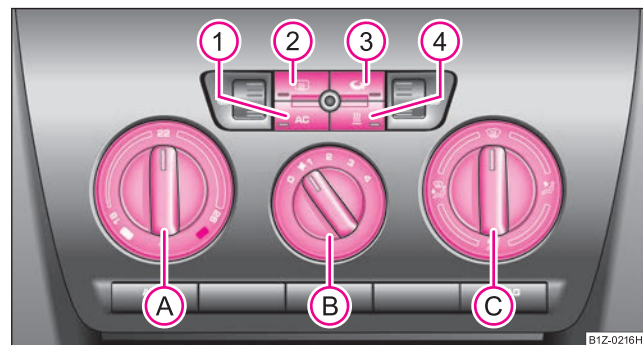
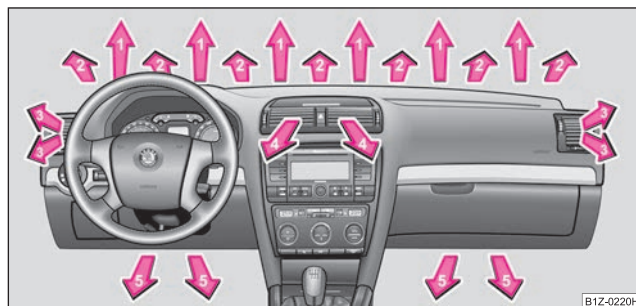
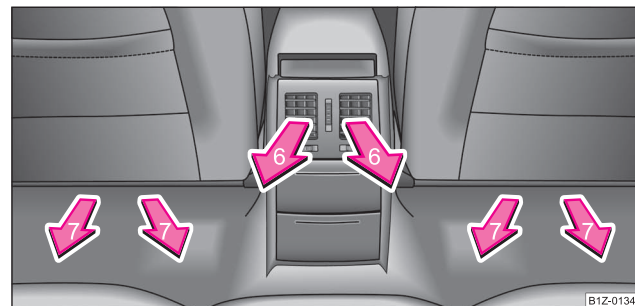

Fig. 119 Climatic: Elementele de comandă
Fig. 120 Gurile de ventilație din față
Fig. 121 Gurile de ventilație din spate
Instalația de răcire funcționează numai când tasta **AC** ⇒ pagina 124, fig. 119 ① este apăsată și se îndeplinesc următoarele condiții:
- Rotiți regulatorul rotativ (A) ⇒ fig. 119 spre dreapta pentru a mări temperatura.
- Rotiți regulatorul rotativ (A) spre stânga pentru a reduce temperatura.
- Apăsați tasta (AC) (1) ⇒ fig. 119. Lampa de control din tastă se va aprinde.
- Apăsând încă o dată pe comutatorul (AC) instalația de răcire se va opri. Lampa de control din tastă se stinge.
- Regulatorul rotativ (A) ⇒ **pagina 124, fig. 119** pe temperatura dorită de dvs. (noi recomandăm 22 °C); Climatic reglează automat instalația de încălzire pe putere maximă, până la atingerea temperaturii selectate de dumneavoastră.
- Comutatorul (B) în poziția 3
- Regulatorul distribuției aerului (C) în poziția
- Gurile de ventilație 3 ⇒ **pagina 127, fig. 120** deschise și îndreptate spre geamurile laterale
- Regulatorul rotativ (A) ⇒ pagina 124, fig. 119 spre stânga până la limită
- Comutatorul (B) în poziția dorită
- Gurile de ventilație 3 și 4 ⇒ pagina 127, fig. 120 deschise
- Opriți răcirea apăsând pe tasta (1)
- Opriți recircularea aerului apăsând pe tasta (3)
- Apăsați tasta ⇒ pagina 124, fig. 119 - lampa de control din tastă se aprinde.
Când regulatorul (C) se află în poziția ⇒ pagina 124, fig. 119, recircularea aerului este oprită automat. Prin apăsarea repetată a tastei puteți porni recircularea aerului și în această poziție.
Admisia aerului prin fiecare gură de ventilație se reglează de la regulatorul ©. Gurile de ventilație 3, 4 ⇒ fig. 120 și 6 ⇒ fig. 121 se pot deschide și închide separat.